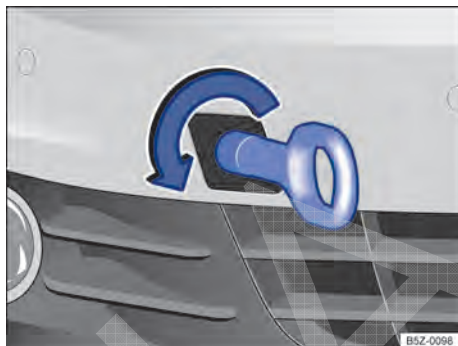

Fig. 186 No para-choque dianteiro à direita: rosquear a argola de reboque.
- Rosquear a argola de reboque tão firme quanto possível **no sentido anti-horário** no alojamento ⇒ **Fig. 186** ① ⇒ ②. Utilizar um objeto apropriado com o qual a argola de reboque possa ser rosqueada com firmeza no alojamento.